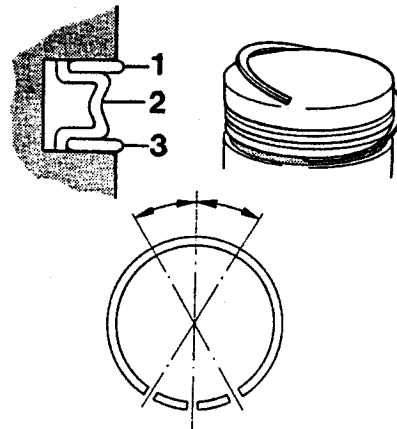

Fig. 52 Pose de segment racleur d'huile (MD2040)
MD2040 : Placer le ressort d'expansion (2, figure 52, page 34) dans les racleurs d'huile, dans la gorge de segment. Vérifier les extrémités du ressort d'expansion qui ne doivent pas se chevaucher. Positionner le racleur supérieur (1) sur le ressort d'expansion. Introduire l'une des extrémités du segment dans la gorge et le maintenir en place avec le pouce. Enfoncer le segment en place avec l'autre pouce.
Vérifier que les segments se déplacent librement dans les deux sens et que les extrémités du ressort d'expansion sont correctement positionnées sur les racleurs (figure 52).
MD2040 : Vérifier que les extrémités du ressort d'expansion sont correctement positionnées sur les racleurs (figure 52).